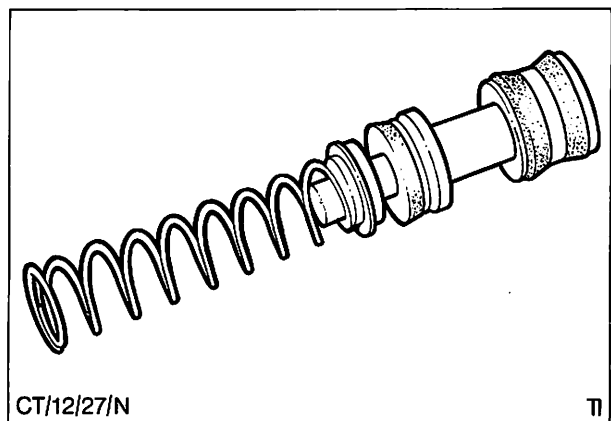

Abb. 69 Sekundärkolben komplett
5. Sekundärkolben, Abb. 69, vorsichtig mit Preßluft aus dem Zylinder drücken. Feder entfernen.